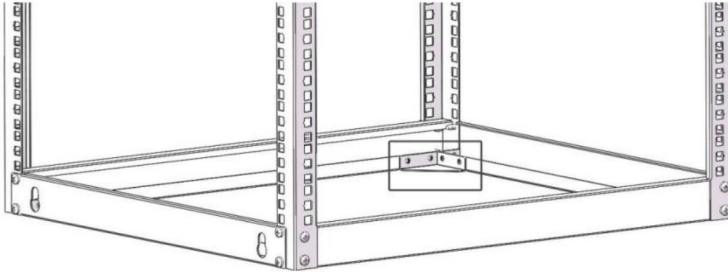

Figure 5
1. Insérez une vis autotaraudeuse M5*10 (8) à travers le point de mise à la terre sur le fil de mise à la terre (12) et dans le trou de terre situé au bas du rack. (Figure 5).
2. Faites passer le fil de mise à la terre (12) sous le cadre du rack (Figure 5).
3. Connectez le fil de terre (12) à une connexion à la terre.